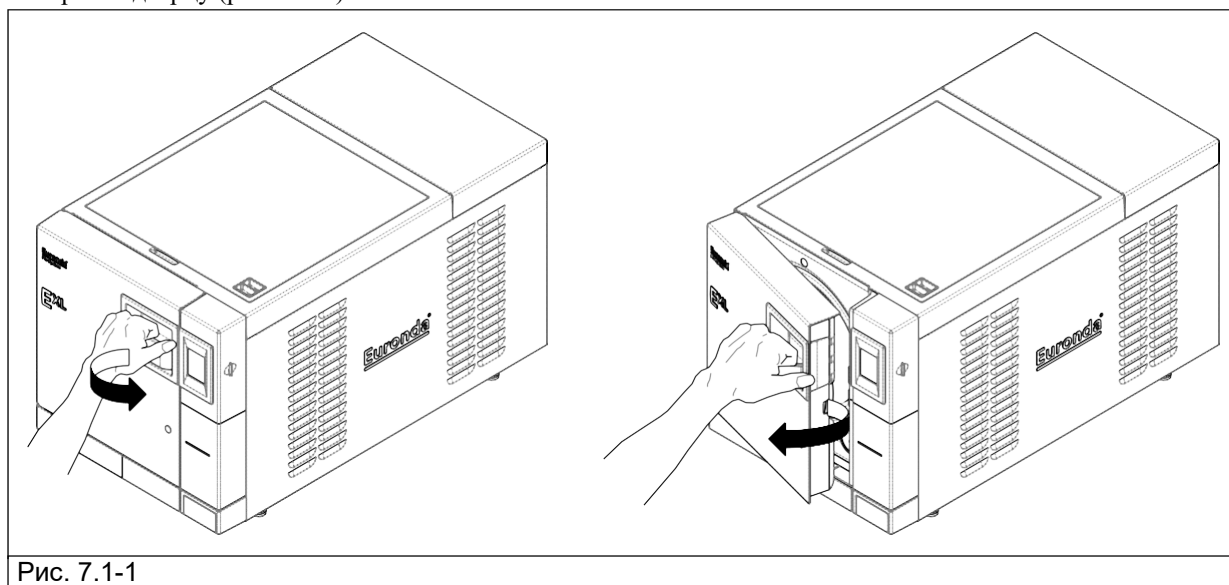

Рис. 7.1-1
1. Откройте дверцу (рис. 7.1-1).